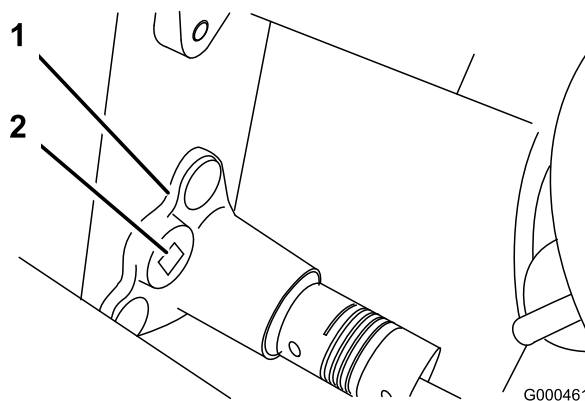

図 43
- B. 3/8インチのトルクレンチでベアリング・ハウジングを  $35 \sim 40$  in. lb. ( $4 \sim 4.5$  N-m= $0.4 \sim 0.46$  kg.m) のトルクで回転させてベルトを張る (図 43)。